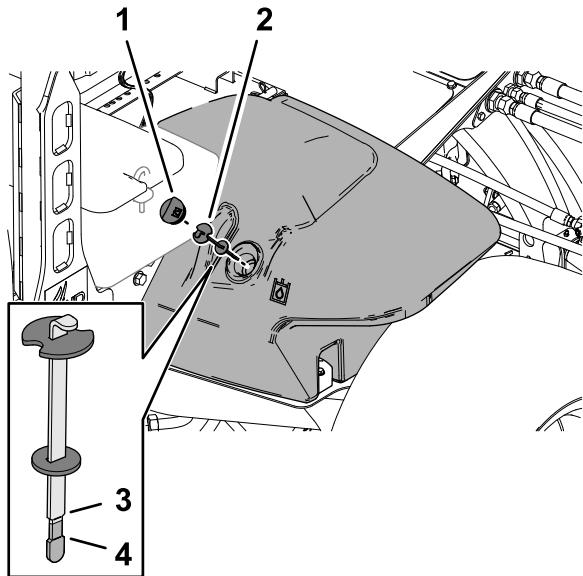

Figura 105
2. Limpie la zona alrededor del cuello de llenado y el tapón del depósito hidráulico (Figura 105).